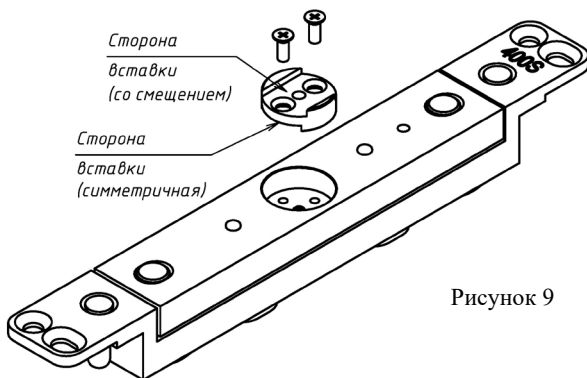

Рисунок 9
- 2.7 Эксплуатационный зазор между рабочими поверхностями корпусной и якорной частей от 2 до 4 мм (рисунок 9).